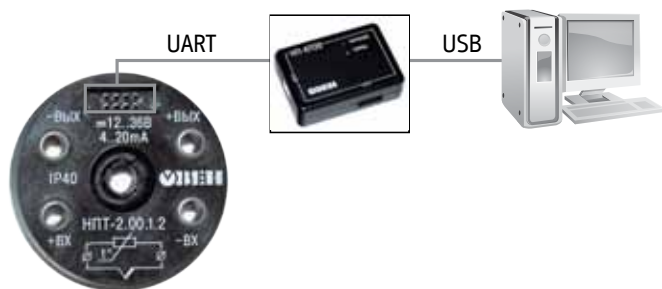

Рис. 6. Подключение НПТ-2 к ПК
ков с увеличенной, так называемой «луцкой», коммутационной головкой). Прибор считается универсальным, поскольку поддерживает работу с широким спектром термодатчиков: термометрами сопротивления 50 (100)М, 100 П, Pt100 и термодарами ХА (К), ХК (L). Для работы с определенным типом датчика и температурным диапазоном легко настраивается с персонального компьютера через USB-вход (для подключения к ПК необходим преобразователь ОВЕН НП-КП20, показанный на рис. 6). Однако можно изначально подобрать нормирующий преобразователь, не требующий настройки: для удобства пользователей компания ОВЕН предлагает